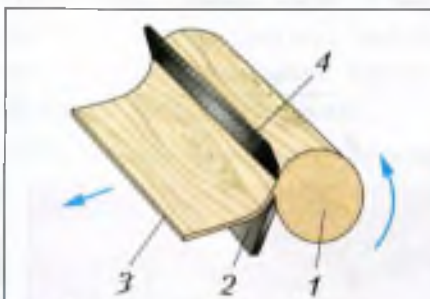

Рис. 7. Получение лущёного шпона: 1 – бревно; 2 – лущильный нож; 3 – лента шпона; 4 – прижимная линейка
**Шпон** – это тонкие слои древесины. Его получают на специальных станках: специальный нож срезает с поверхности вращающегося бревна тонкий слой древесины. Этот процесс называют лущением (рис. 7). **Фанера** – это древесный материал, полученный путём склеивания трёх и более тонких листов шпона. Для получения фанеры используют древесину берёзы, ольхи, бука, сосны.